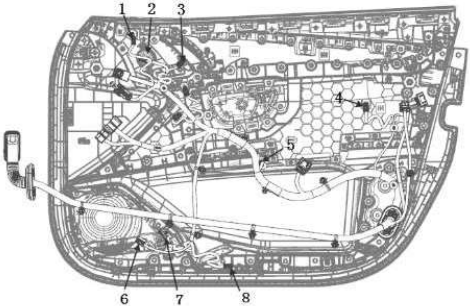

图7-1-7线束分支接插件拆卸示意图
(7) 如图7-1-7，分别按住图示1-8电器接插件上的卡脚，同时用力向外侧把接插件拔下；图示圆圈处有固定在门板背部的线束分支，沿外侧用力即可拔出。1-8分别为：防盗警示灯、高音扬声器、左前位置记忆开关（当有此开关时）、左前门氛围灯总成、玻璃升降器总成、低音扬声器、电动背门开关组（当有此开关时）、左门灯。